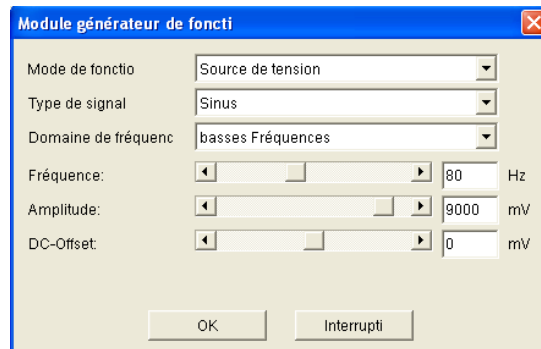

Figure 15 : Paramètres de mesure
- b. Sélectionner 'Appareil de /Cobra3 Transcripteur univers' (Figure 14), puis sélectionner les paramètres comme c'est montré à la figure 15.